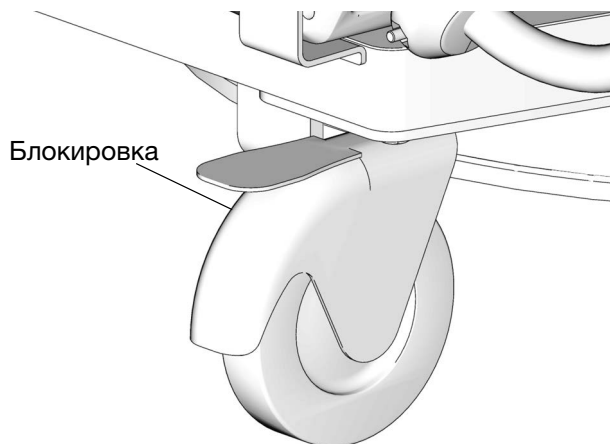

Рис. 36
8. Заблокируйте колеса, чтобы тележка оставалась неподвижной во время эксплуатации (Рис. 36).